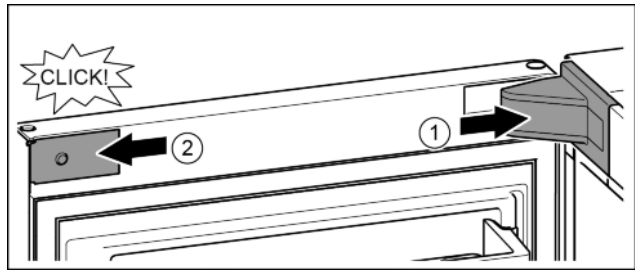

Fig. 25
- ▶ Lagerbockabdeckung aufsetzen und einrasten, ggf. vorsichtig auseinanderdrücken. *Fig. 25 (1)*
- ▶ Blende seitlich ansetzen und einrasten. *Fig. 25 (2)*